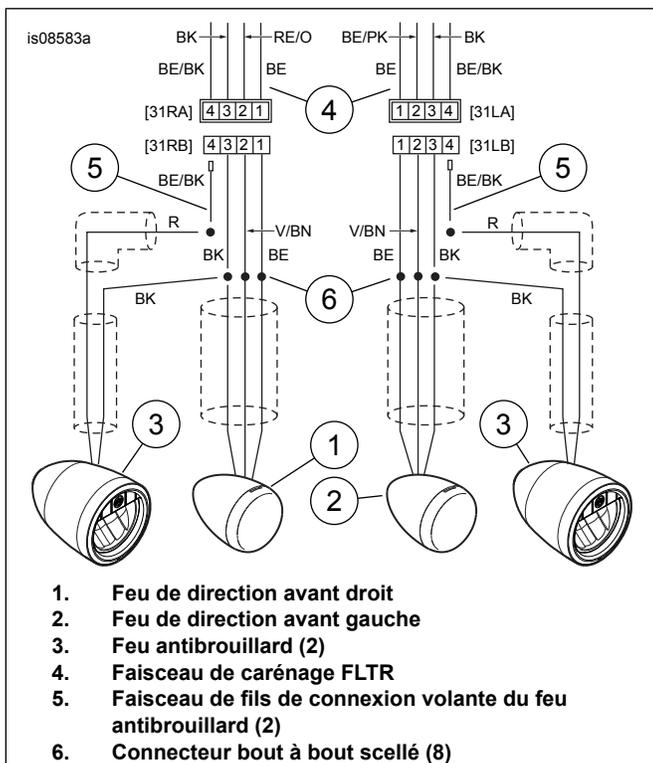

Figure 5. Schéma de câblage, Feux antibrouillard en forme d'ogive à DÉL Road Glide
5. Utiliser un connecteur bout à bout scellé (11) du kit pour attacher le fil du connecteur (V/BN, violet/marron) au fil (V/BN, violet/marron) du feu de direction. Voir Figure 5, article 6. Utiliser un second connecteur bout à bout scellé pour attacher le fil du connecteur (BE, bleu) au fil (BE, bleu) du feu de direction. Laisser les fils (BK, noir) coupés pour le moment.
- c. Voir Figure 5. Utiliser un connecteur bout à bout scellé (6) du kit pour attacher le fil du feu antibrouillard (BK, noir) au fil (BK, noir) du feu de direction coupé précédemment.